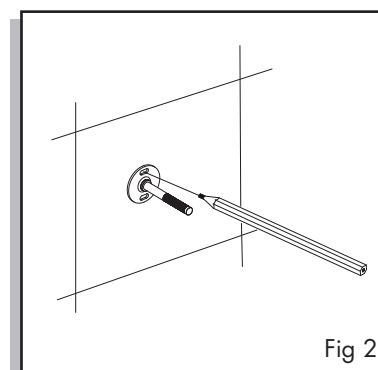

Fig 2
2. Locate where you want to install the slide bar. Use the top post as a template and mark locations on shower wall using pencil (Fig 2).
2. Determine dónde quiere instalar la barra. Use el montante como patrón y marque con lápiz sobre la pared el lugar donde desea instalarla. (fig. 2).
2. Déterminer l'endroit où sera installée la barre coulissante. Utiliser la fixation pour vous guider et marquer l'emplacement sur le mur de la douche avec un crayon à mine (fig. 2).